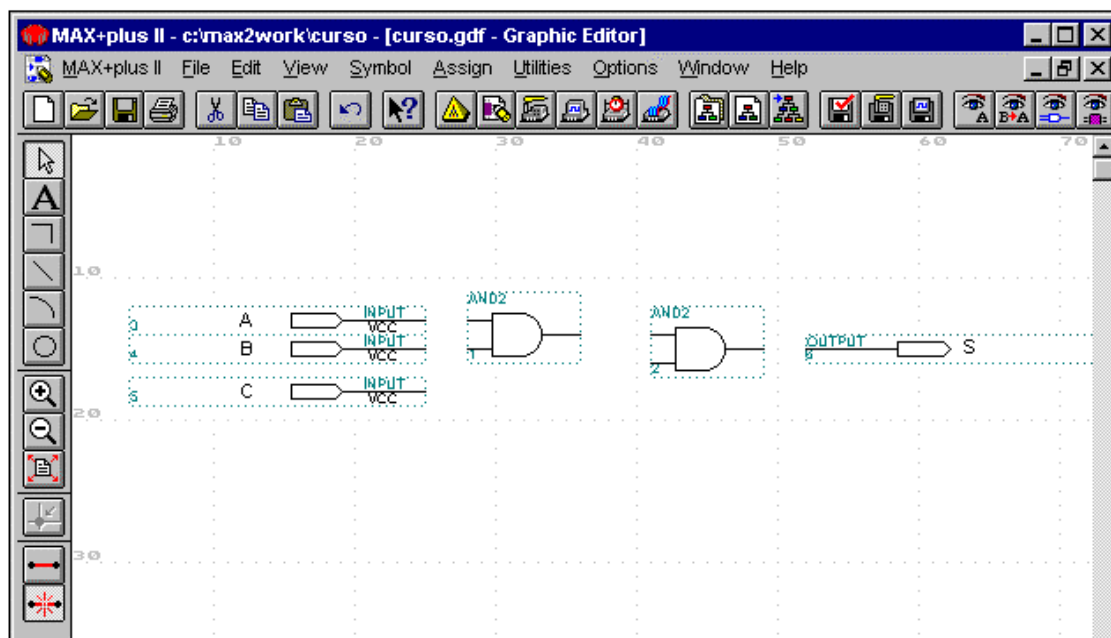

Figura 9
4.4.5 Seguindo o exemplo, insira três entradas e uma saída, posicionando-as conforma a figura 9.
4.5.4 No exemplo coloque os nomes dos pinos de entrada e saída conforme a figura 9.